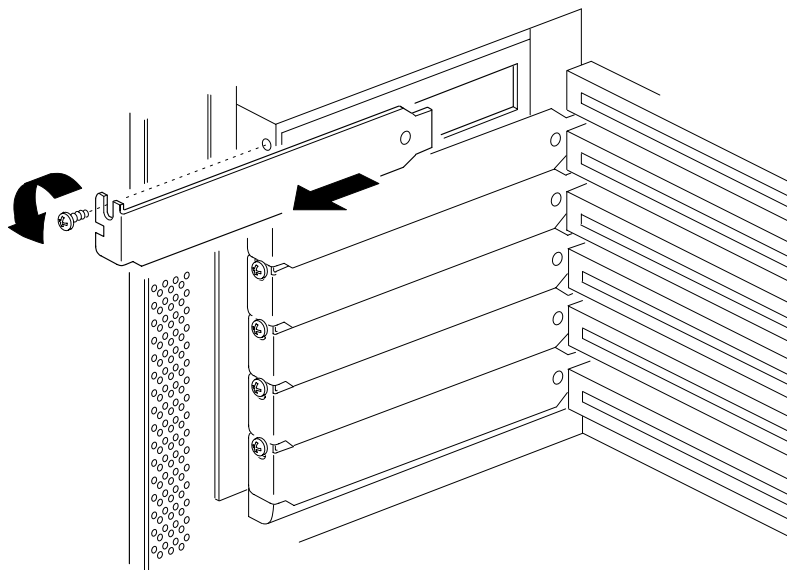

図 1-3. 拡張スロットのカバー
5. プラスドライバで、選択した拡張スロットのネジとカバーを取り外して保管してください (図 1-3)。